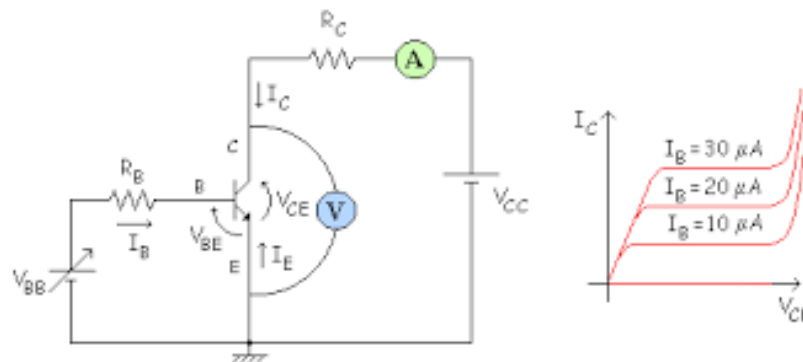

Figura 02. Circuito para hallar la curva característica de salida del BJT.
**5.2 Curva característica de salida del BJT.-** Simular el circuito de la figura 02 en Proteus, armar el circuito en protoboard,  $R_B = 16\text{ k}\Omega$ ,  $R_C = 1\text{ k}\Omega$ .  $V_{BB}$  deberá variar desde 0.2 a 3 Voltios en pasos de 0.2 V. Para cada paso, se deberá anotar los valores de  $I_B$ ,  $I_C$  y  $V_{CE}$ .